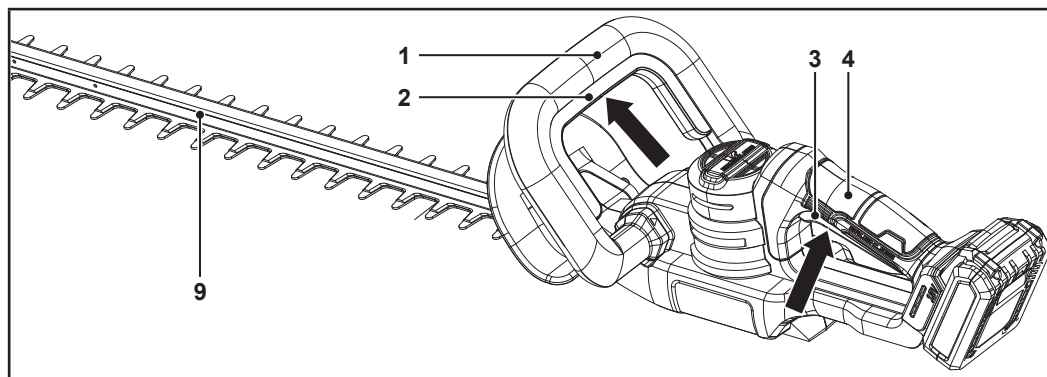

Fig. 5
Interruptor de seguridad (2), interruptor de encendido/apagado (3): Sostenga la máquina correctamente con ambas manos por la empuñadura delantera (1) y la empuñadura trasera (4). La máquina solo puede funcionar si se mantienen pulsados simultáneamente ambos interruptores (2, 3) (Fig. 5). Si se suelta algún interruptor, la máquina se detiene inmediatamente.
NOTA: La máquina solo puede funcionar si se mantienen pulsados simultáneamente ambos interruptores (2, 3) (Fig. 5). Si se suelta algún interruptor, la máquina se detiene inmediatamente.
1. Sostenga la máquina correctamente con ambas manos por la empuñadura delantera (1) y la empuñadura trasera (4) (Fig. 5).
2. Mantenga pulsado el interruptor de seguridad (2) (Fig. 5).
3. Mantenga pulsado el interruptor de encendido/apagado (3) (Fig. 5).